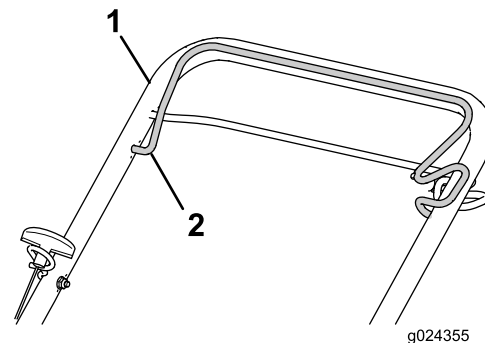

Figura 13
3. Tenete la barra di comando della lama contro la maniglia superiore (Figura 13).